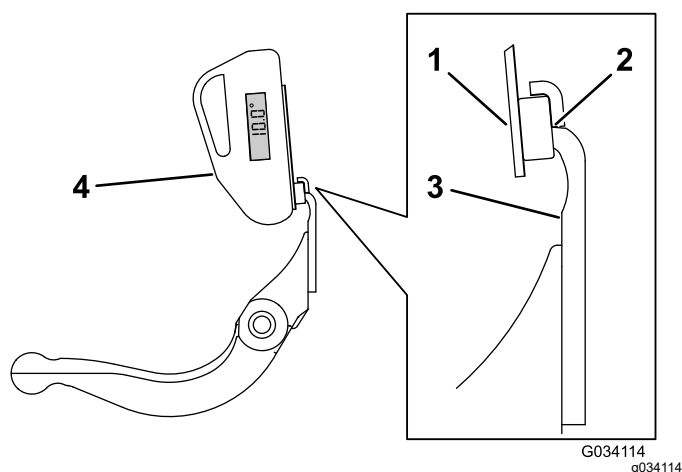

Figura 25
3. Posizionate il supporto del goniometro sul bordo della controlama, in modo che il bordo del magnete corrisponda a quello della controlama (Figura 25).
4. Posizionate il goniometro sul supporto, come illustrato nella Figura 25.